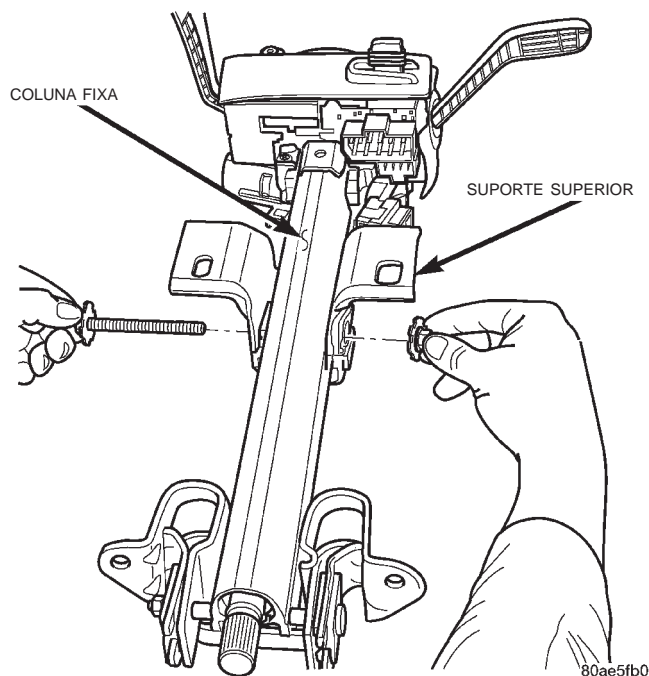

Fig. 6 Coluna Fixa
(11) Remova a coluna.
(12) Remova porca e parafuso do suporte de montagem superior em caso de coluna fixa (Fig. 6). Remova o suporte da coluna e **anote a localização de montagem**.
(13) Remova as mola e todos os interruptores. Consulte o Grupo 8E, "Componentes Elétricos", para obter os procedimentos de manutenção.